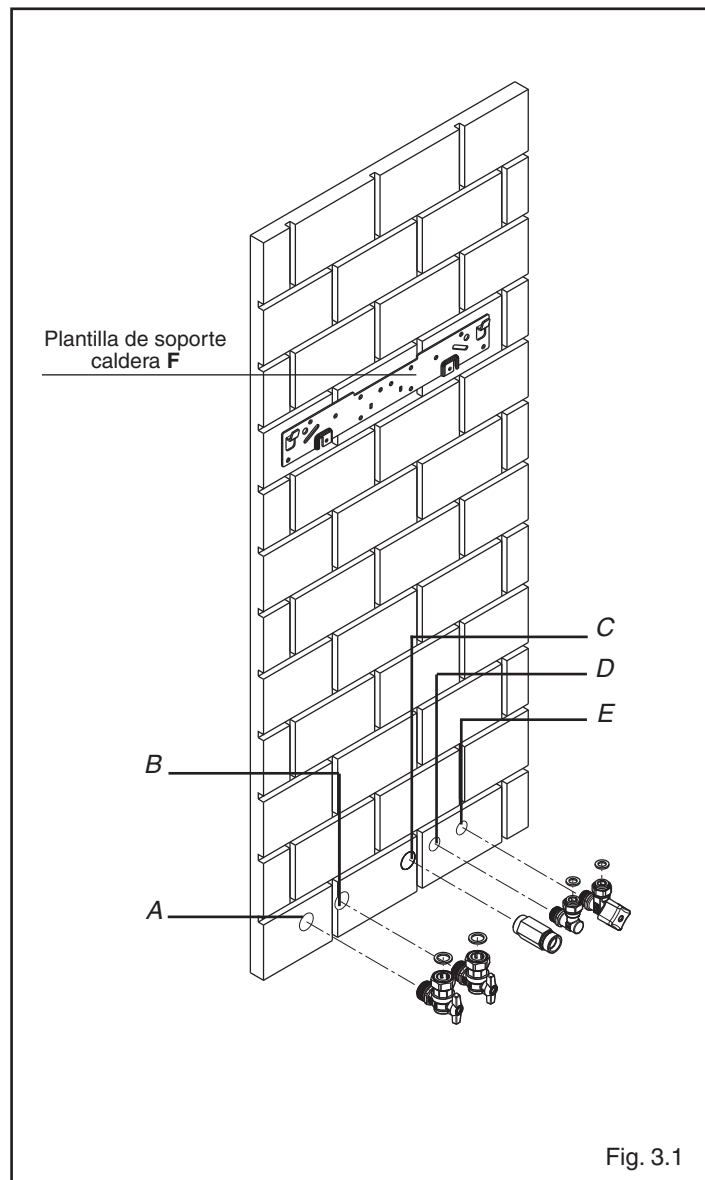

Fig. 3.1
- Plantilla de montaje hidráulico completa con llaves de corte de calefacción, agua fría, y rácores (fig. 3.1).